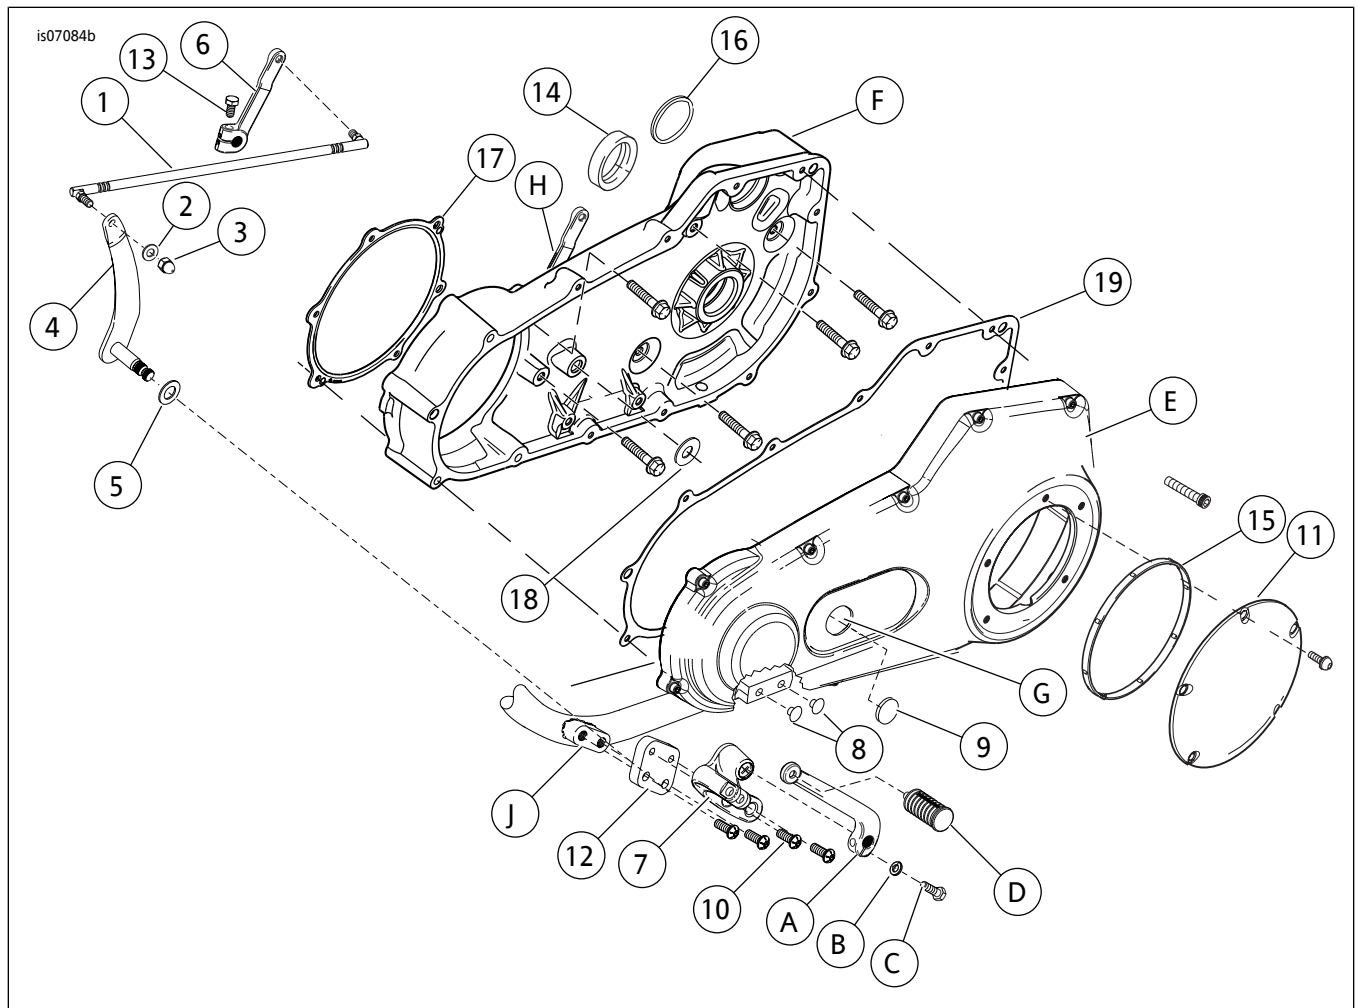

图4。维修零件：减距前部控制件套件
参见图4和表1以及图5和表2。
2. 参见图4。从换挡轴和换挡杆( 4 )上断开换挡连杆。
参见图4。在拆卸变速箱换挡杆( H )之前，必须标记出换挡杆的正确方向。
9. 松开换挡杆螺栓( 5 )并拆下原有换挡杆。取出套件中的新换挡杆( 图4，项目6 )，将其安装到花键轴上，安装方向要和原有换挡杆相同。
参见图4。减距板( 12 )安装在换挡支架和车架之间。
5. 把孔塞( 图4, 项目8 )压入车架上原来安装原厂刹车踏板组件的螺丝孔内。